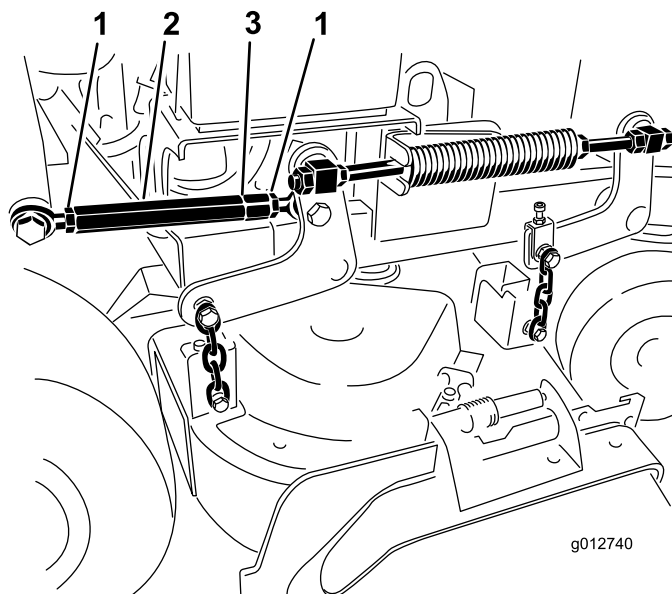

Figura 87
7. Afloje las contratuercas en ambos extremos del tensor (Figura 87).
Nota: El extremo del tensor que tiene la muesca mecanizada tiene rosca a izquierdas (Figura 87).